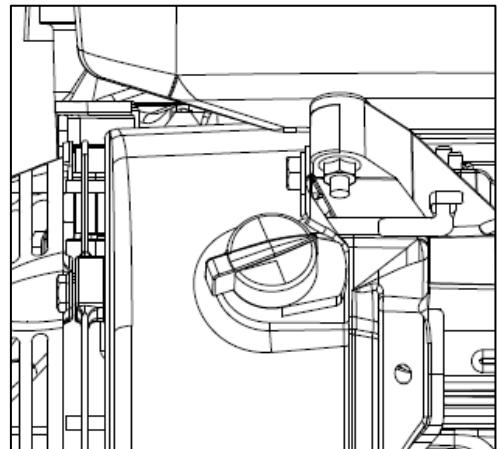
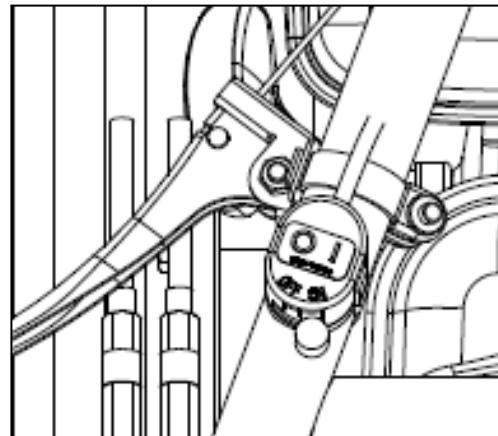

Figure 5(HR531)
Figure 6(HR662/672/812)
Ce commutateur est situé sur le moteur (HR531, Figure 5) ou sur le côté gauche du guidon (HR662/672/812, Figure 6).
Il permet de faire tourner le moteur lorsqu'il est positionné sur « ON » et d'arrêter le moteur lorsqu'il est positionné sur « OFF ».(Figure 5) Utilisez cet interrupteur pour démarrer ou arrêter le moteur.
- Relâchez le levier de verrouillage (2, Figure 6) et laissez le levier d'embrayage descendre.
- Arrêtez le moteur en plaçant le commutateur d'allumage sur "off" (Figure 5)